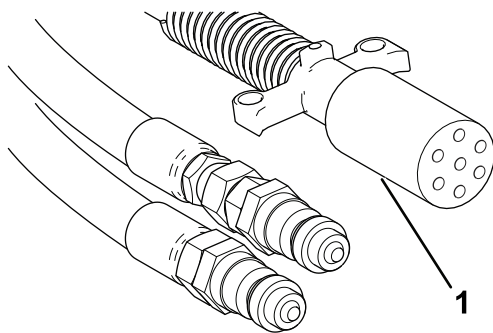

Figure 21
8. Branchez le câble d'alimentation extensible à 7 broches à la prise de la machine et du véhicule tracteur (Figure 21).